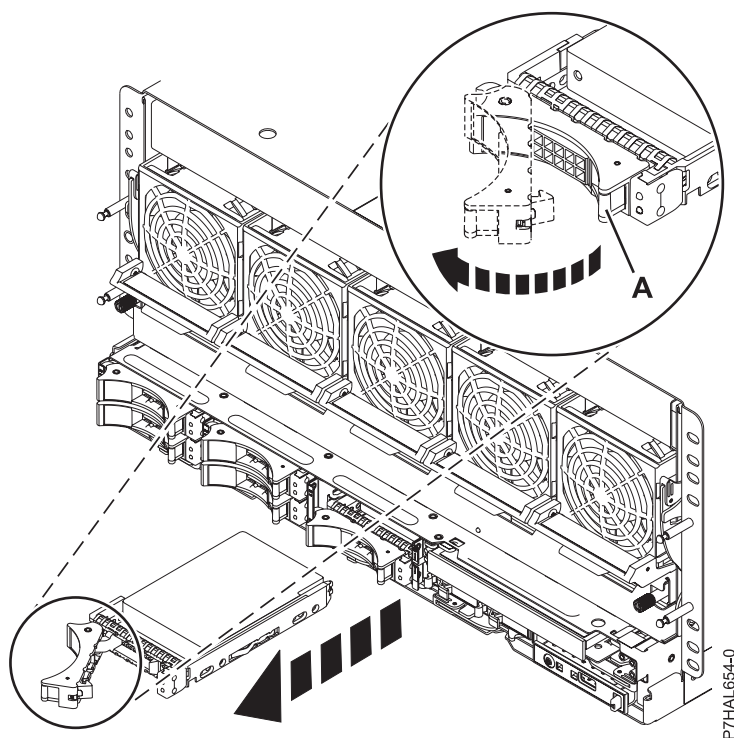

Figura 33. Extracció d'una unitat de disc del sistema
1. Al sistema, desbloquegeu la nansa de la unitat estrenyent-la i estirant-ne en la vostra direcció, com es mostra la Figura 33 a la pàgina 52.